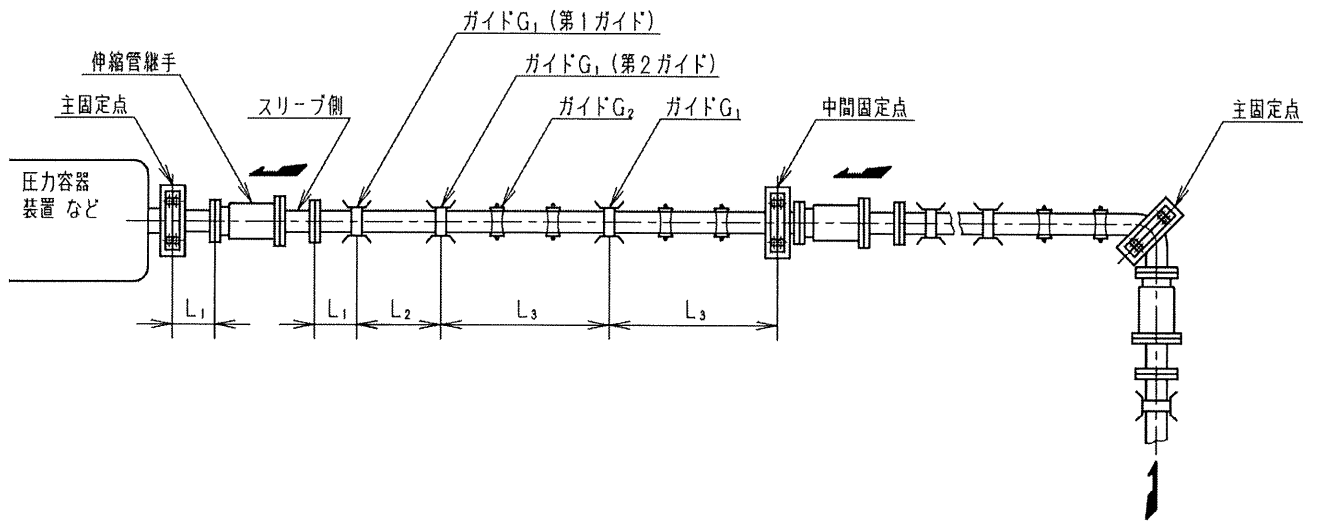
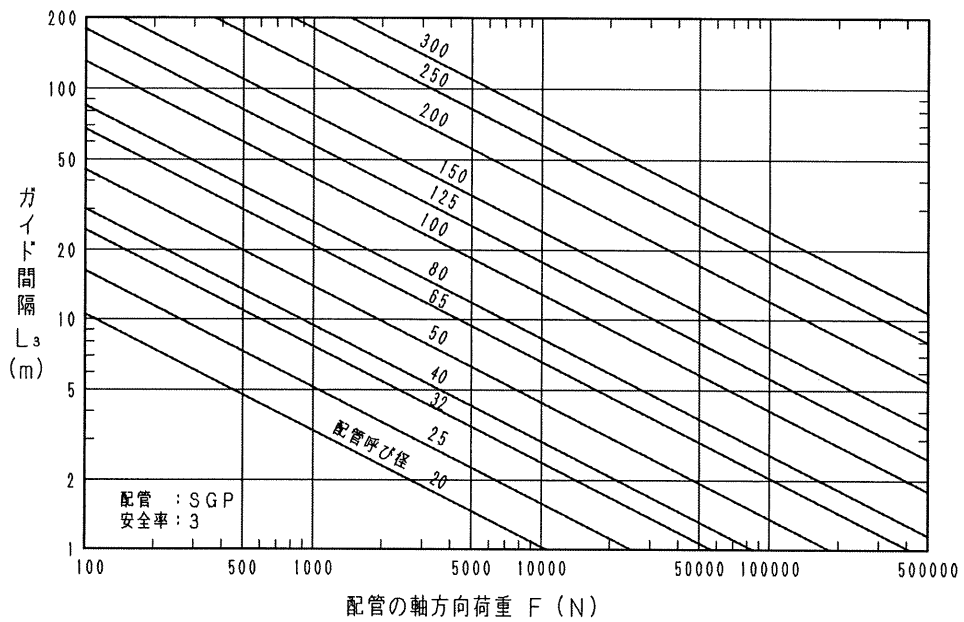

図3 配管例
図4 中間ガイド間隔  $L_3$
- (1) ガイド設置位置は、図 3 の配管例を参考にしてください。
- (2) しん合わせ及び座屈防止用ガイド  $G_1$  は、図 3 に示す伸縮管継手から最初の第 1 ガイドまでの間隔( $L_1$ )、次の第 2 ガイドまでの間隔( $L_2$ )、中間ガイドの間隔( $L_3$ )等の取付間隔が、以下の計算式で求めた間隔値を超えないようにしてください。なお  $L_3$  は、配管が SGP の場合、図 4 から求めることができます。